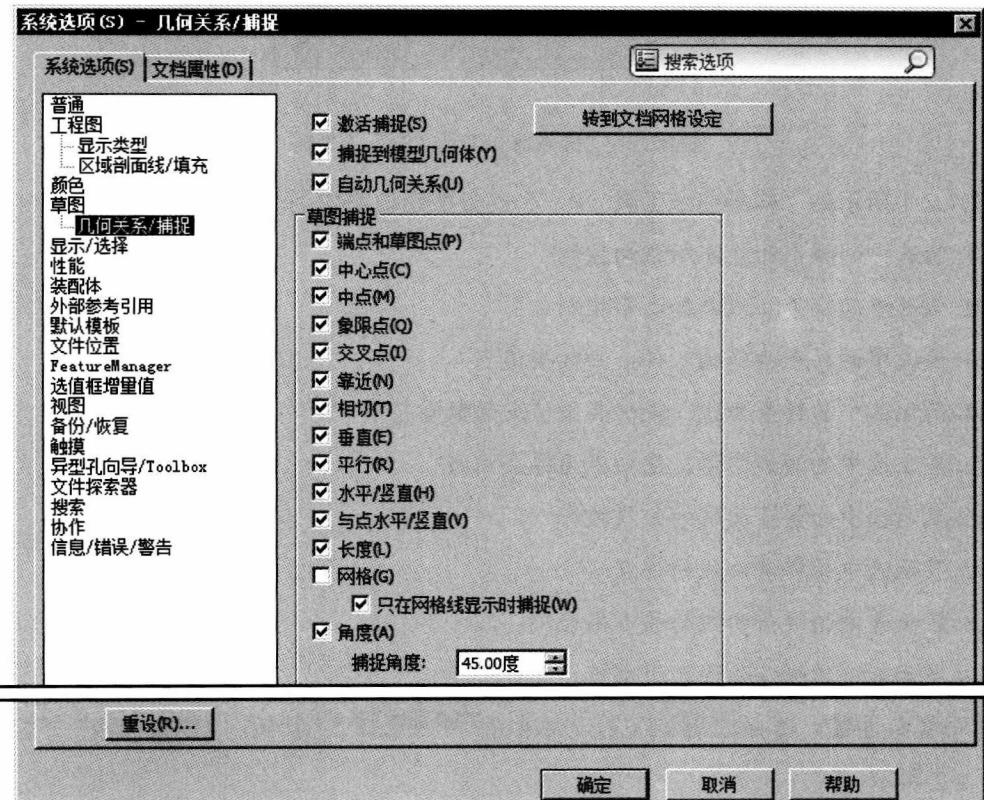

图 1.1.4 “系统选项 (S) - 几何关系/捕捉”对话框
几何关系/捕捉 选项，选中图 1.1.4 所示的所有自动捕捉选项，在 角度(A) 复选框下的**捕捉角度:** 后的文本框中，可根据自己的实际情况输入角度值。